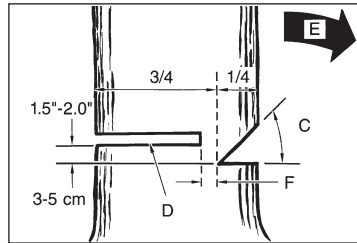

Abb. 13
ALLGEMEINE RICHTLINIEN FÜR DAS FÄLLEN VON BÄUMEN (Abb. 13)
ACHTUNG: Treten Sie nie vor einem Baum, der eingekerbt ist. Führen Sie den Fallschnitt (D) auf der anderen Seite des Baumes ca. 3-5 cm oberhalb der Kerbkante (C) aus (Abb. 13).